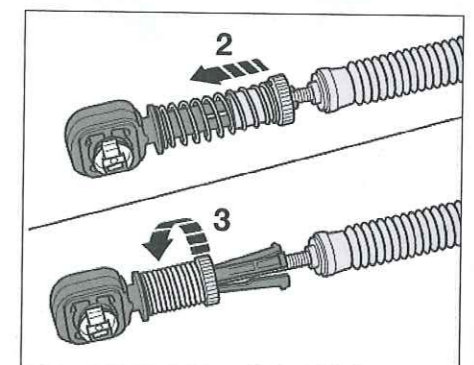
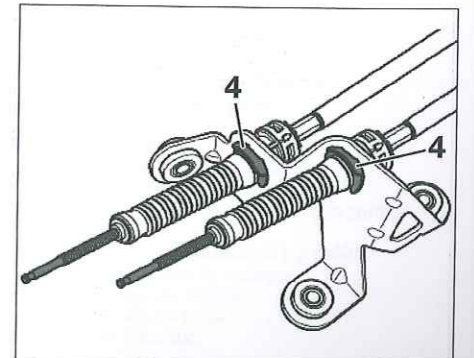

Fig. 13
Fig. 14
- Empujar el mecanismo de seguridad de los cables hacia la parte del. hasta el tope (2) (Fig.13).
- Girar el mecanismo de seguridad de los cables hacia la der. (3) hasta que se bloquee.
- Desmontar los segmentos de freno (4) (Fig.14) et sortir les câbles.
ope (2) (Fig.13).